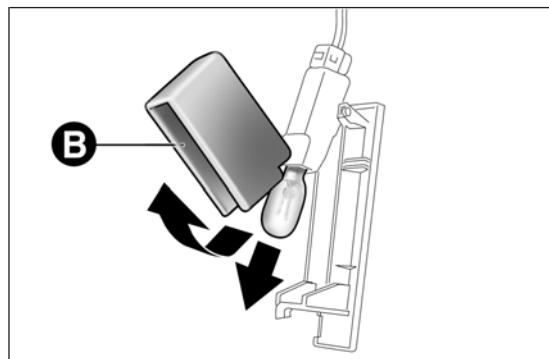

fig. 155
- apri la protezione B fig. 155 e sostituisci la lampada;